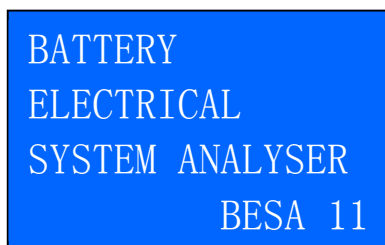

Abbildung 10
1. Befestigen Sie die Analyse-Clips an der Batterieklemme [Rot (+) und Schwarz (-)] Anschließend fährt das Gerät hoch und Sie sehen folgende Anzeige (Abb.10)